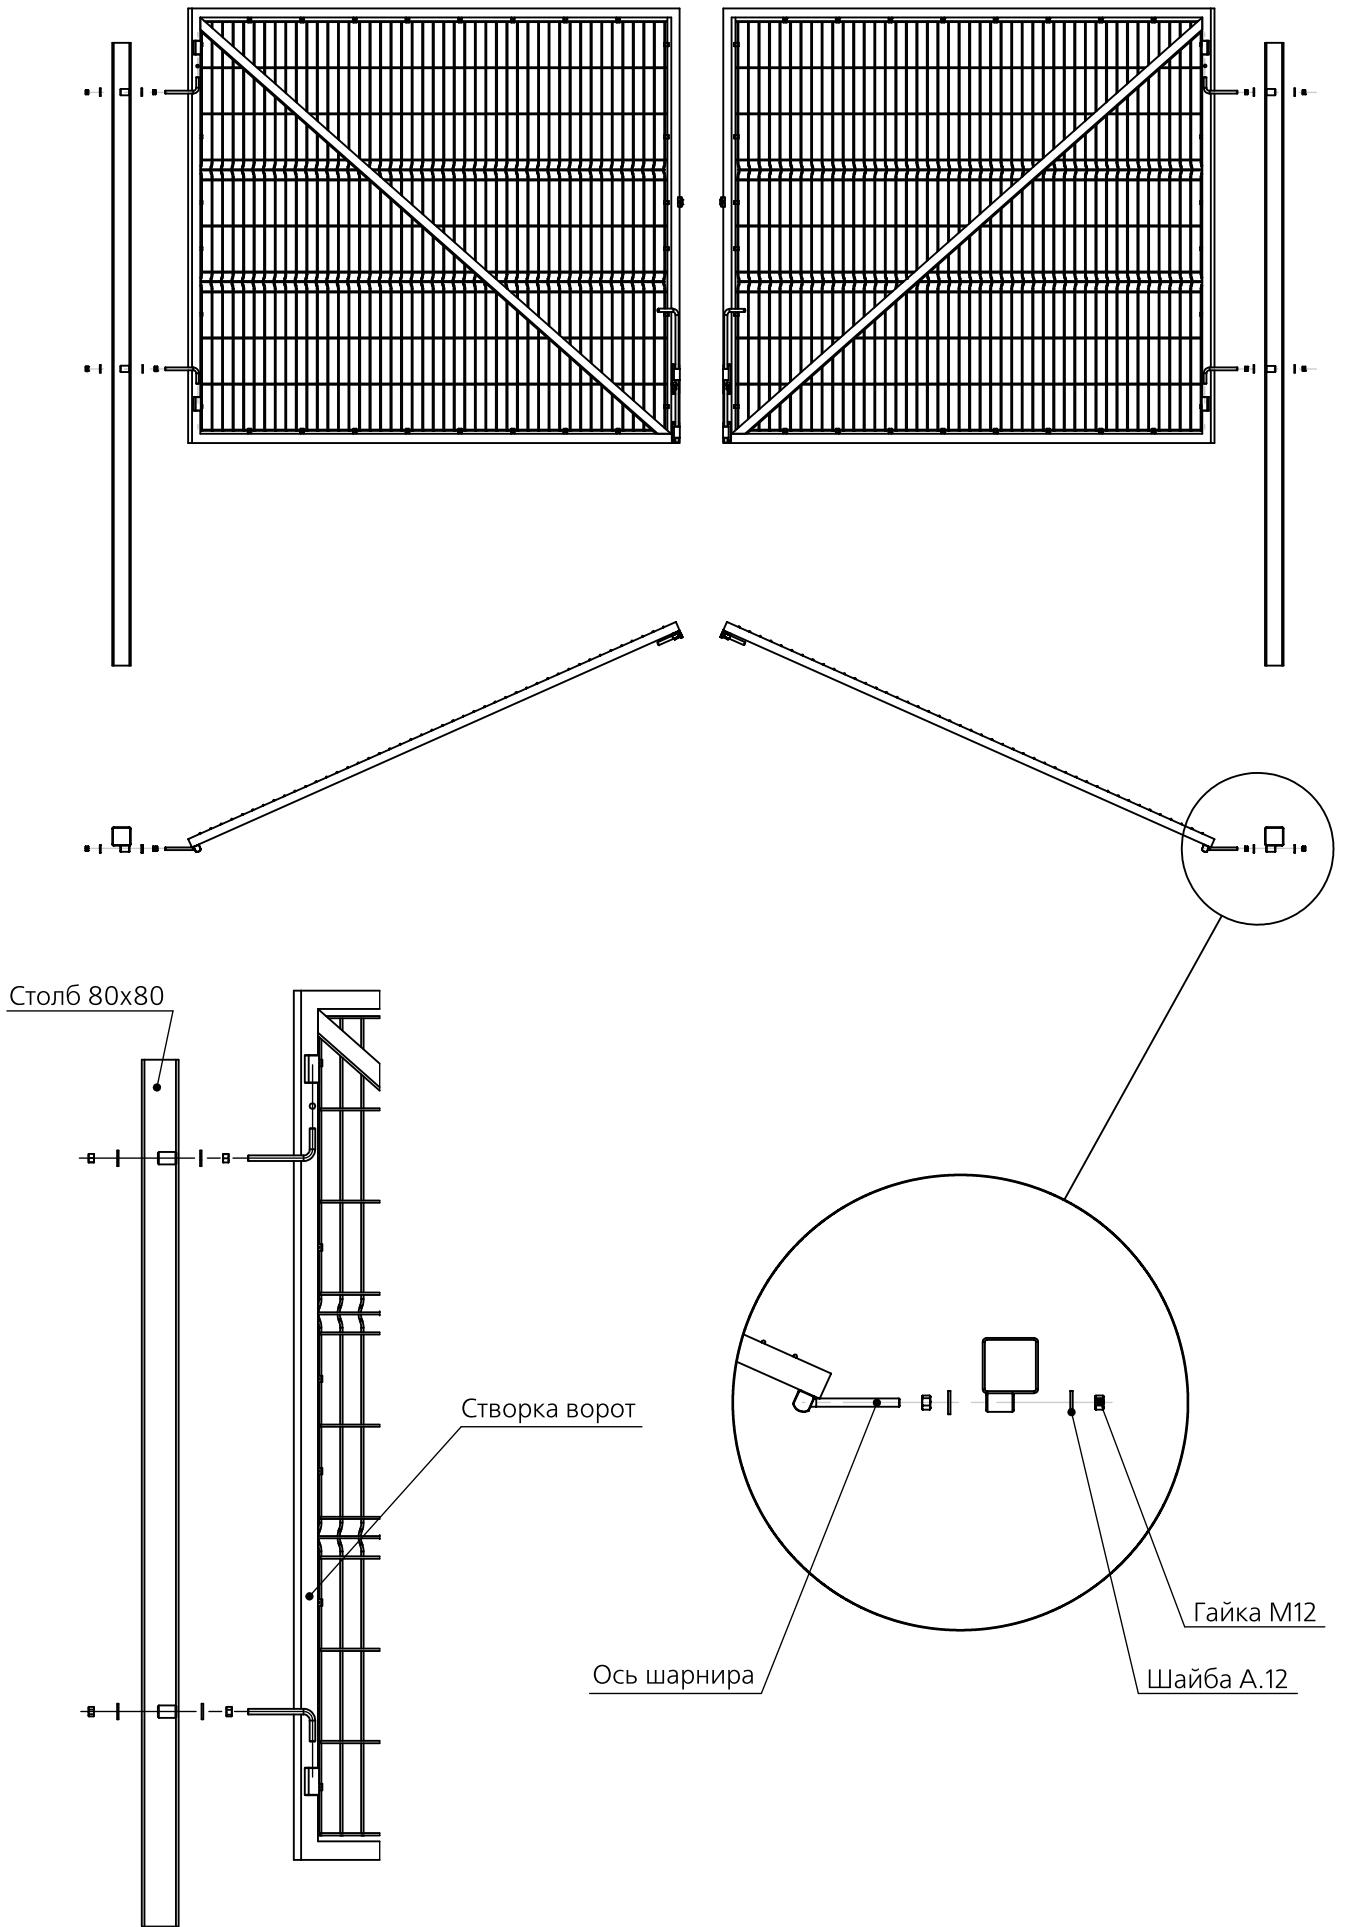

Рис. 5 Схема монтажа створок
- 3.6** Навесить створки (Рис.5).